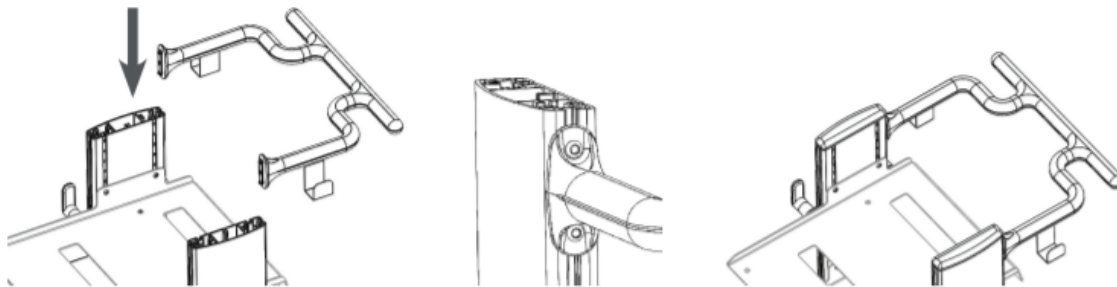

Figura 6 – Montagem da pega
- b. Aperte os 4 parafusos na pega do carrinho com a chave Allen de 4 mm fornecida. Consulte a Figura 6 abaixo.